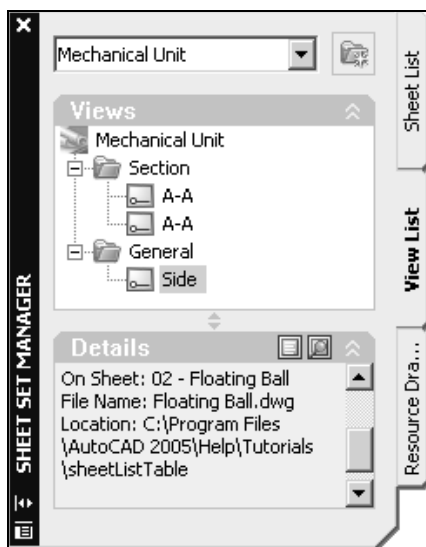

Рис. 20.6. Вкладка **View List** электронного архива чертежей
- ❑ Вкладка **View List** (Список видов) предоставляет второй способ вывода в виде категорий и имен видов (рис. 20.6), которые являются частью листов и создаются командой **VIEW** (ВИД).